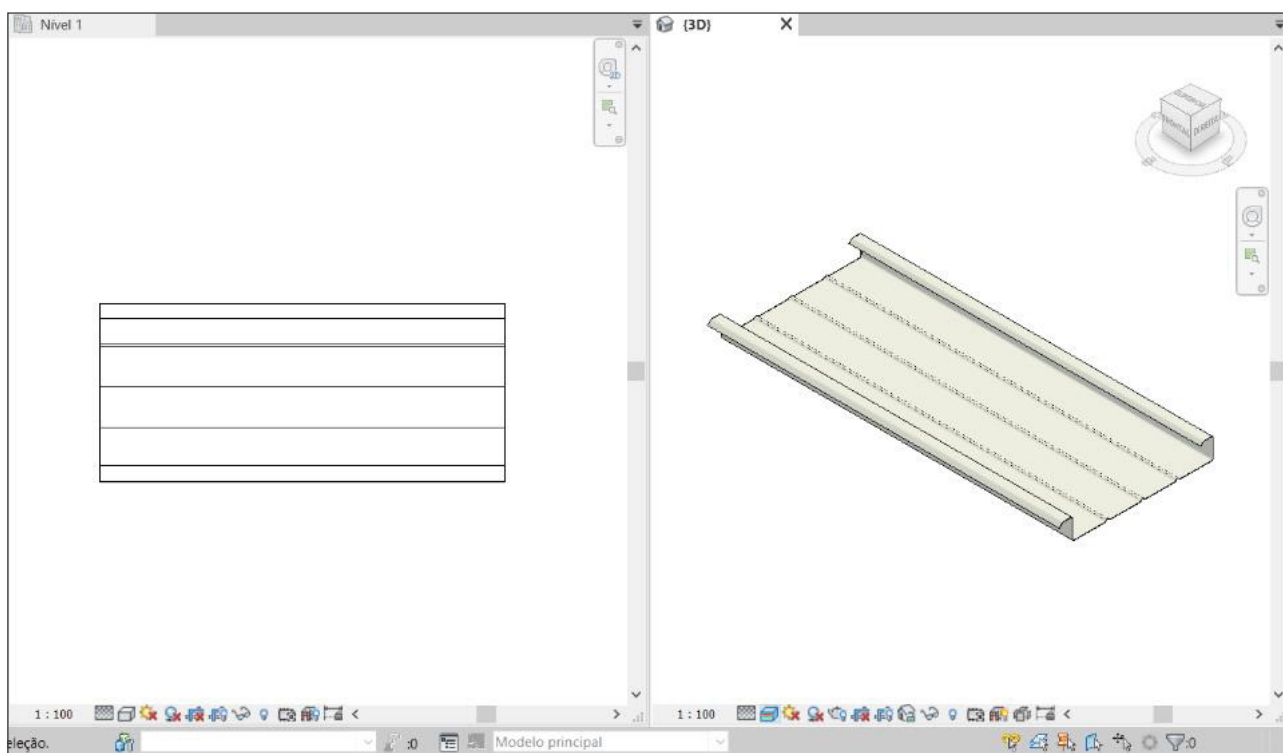

Figura 25 – Exemplo de família de telha da biblioteca BIM da ArcelorMittal inserida no projeto.
10. Tecele “Esc” duas vezes para finalizar o comando de inserção. A Figura 25 mostra um exemplo de telha inserida em planta e em uma vista 3D.